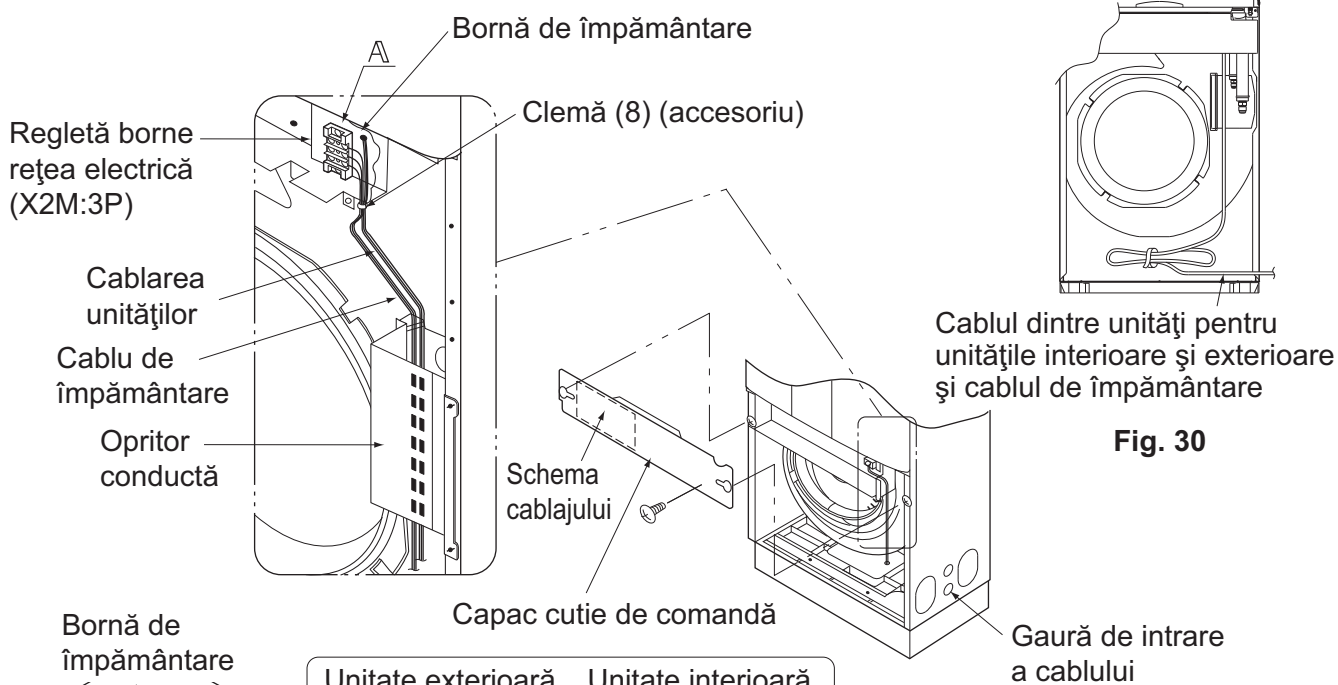

Fig. 30
- Treceți firele de legătură și cele de împământare prin interiorul plăcii de fixare a conductei. Firele care conectează unitățile și firul de împământare pe opritorul conductei. Aranjați firele rămase în locul indicat în figura **Fig. 30**. Firele pot atinge alte componente ale ventilatorului, cum ar fi ventilatorul, iar unitatea se poate defecta.